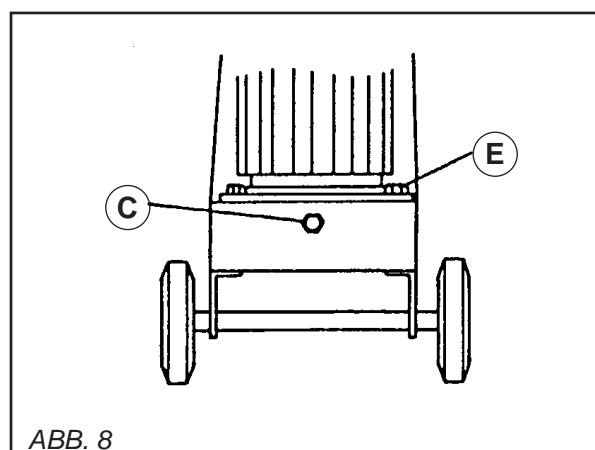

ABB. 8
Zum Auswechseln oder Spannen des Antriebsriemens genügt es, die Befestigungsbolzen (E) des Motors auf dem Maschinengestell zu lösen und die Spannschraube (C) zum Spannen nach rechts und zum Lösen nach links zu drehen [siehe Abb. 8]. (Die Spannung wird durch die Klappe unter dem Maschinengestell geprüft. Hierfür muss der Netzstecker gezogen werden.)